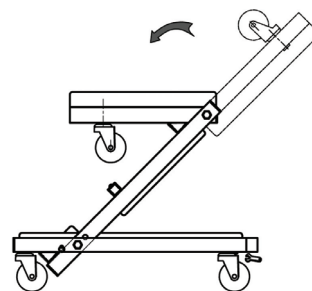

Figure 3 - Ajustar el Deslizador a la configuración de la silla
1. Sacar la Clavija de Seguridad con Resortes tirando hacia afuera hasta que se desenganche, al mismo tiempo girar la armazón delantera y la armazón del centro hacia arriba y hacia atrás, en dirección a la armazón trasera hasta que la clavija de seguridad se enganche con la cubierta de seguridad de la Silla Deslizable (Fig. 3). Asegurarse que la clavija de seguridad está completamente enganchada.